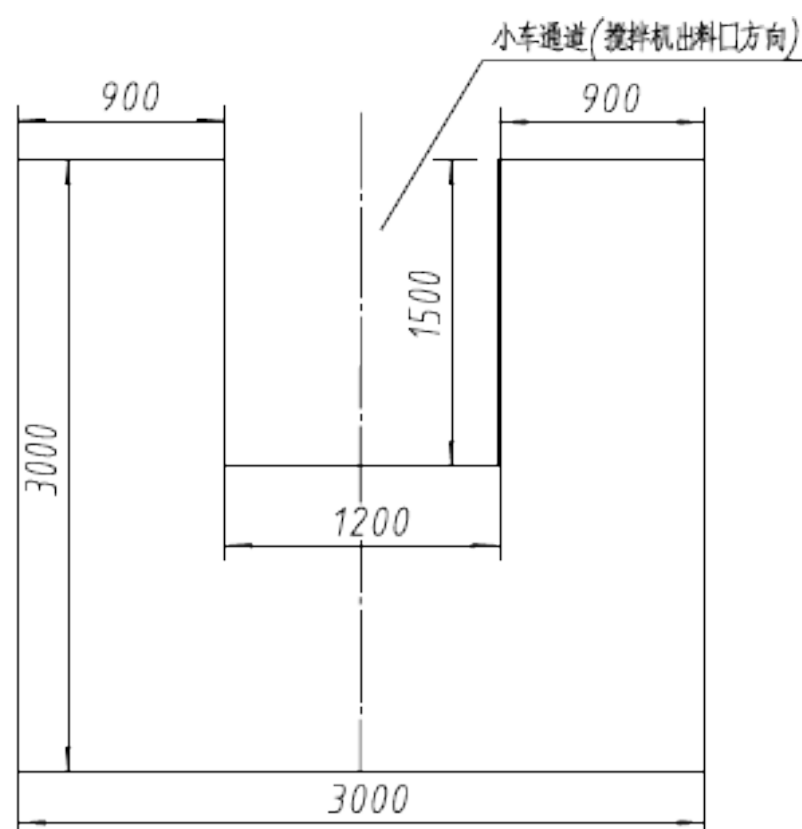

图 3 储料罐安装基础图
1. 为了保证连续式干混砂浆搅拌机及储料罐工作平稳和保证称重装置的精确显示，确保安全，延长其使用寿命，要求安装在平整坚硬的混凝土基础上并高出周围路面，混凝土标号 C25，地面耐受力大于 $10\text{T}/\text{m}^2$ ，平面度不大于 $4\text{mm}/\text{m}$ ，厚度不低于 200mm ，并高出地面，以利排水。基础的面积不小于 $3000\text{mm} \times 3000\text{mm}$ （参见图 1 和图 3）。